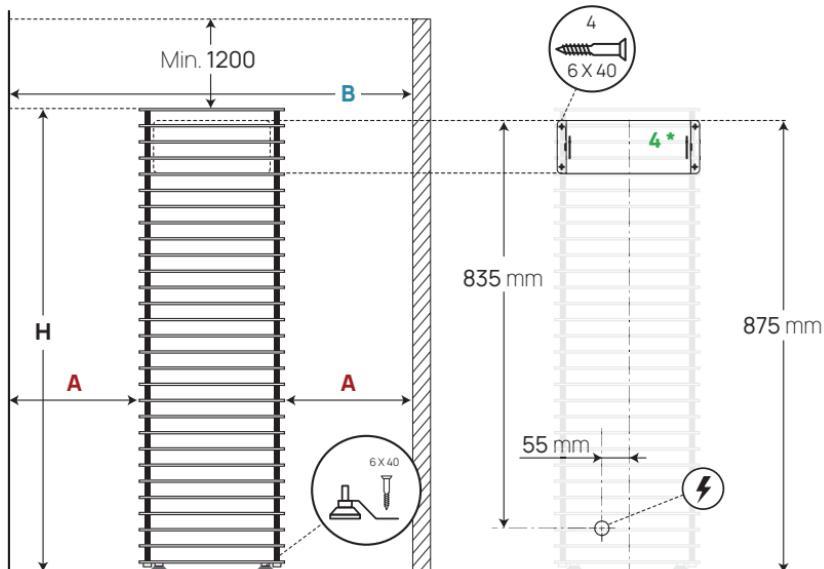

Abbildung 1. Einbauen des Saunaofens
- Überprüfen Sie, ob an der Einbaustelle des Saunaofens die minimalen Sicherheitsabstände eingehalten worden sind? Die minimalen Sicherheitsabstände der Decke der Schwitzstube und der Wände finden sie in der **Tabelle 1** und in der **Abbildung 1**.
- Die Modelle HUUM CLIFF 6, 9 und 11** werden mit den mitgelieferten Halterungen am Boden befestigt. Montieren Sie die Halterung wie in der Abbildung 1 gezeigt am Fuß des Saunaofens und befestigen Sie sie es mit einer für Ihren Fußboden entsprechenden Schraube (zu empfehlen mindestens 6 x 40 mm).
- Der HUUM CLIFF Mini 4** Saunaofen ist an die Wand des Saunaraumes mit Hilfe der in der Verpackung mitgelieferten Wandmontageplatte befestigt. Siehe **Abbildung 1**.